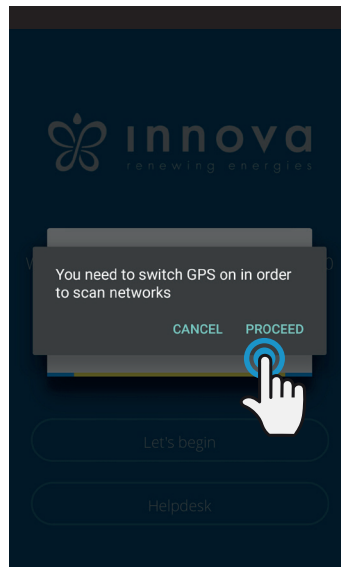

Figure 2-5
**N.B.** Si l'application vous demande d'être connecté à la position, accepter pour faciliter la recherche du climatiseur. (Figure 2-5)